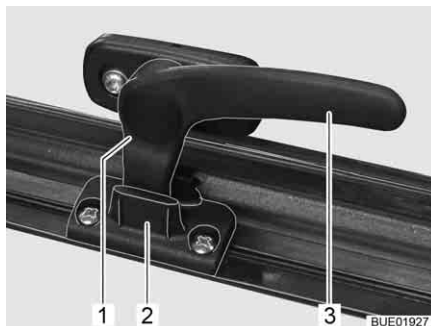

Fig. 18 Leva di serraggio (posizione "Aerazione continua")
- In posizione di "Aerazione continua" (Fig. 18)
- Ruotare la leva di serraggio (Fig. 18,3) di un quarto di giro verso il centro della finestra.
- Ruotare la leva di serraggio di un quarto di giro verso il telaio della finestra. Riportare contemporaneamente il nasello di chiusura (Fig. 18,1) nella rientranza della chiusura della finestra (Fig. 18,2).